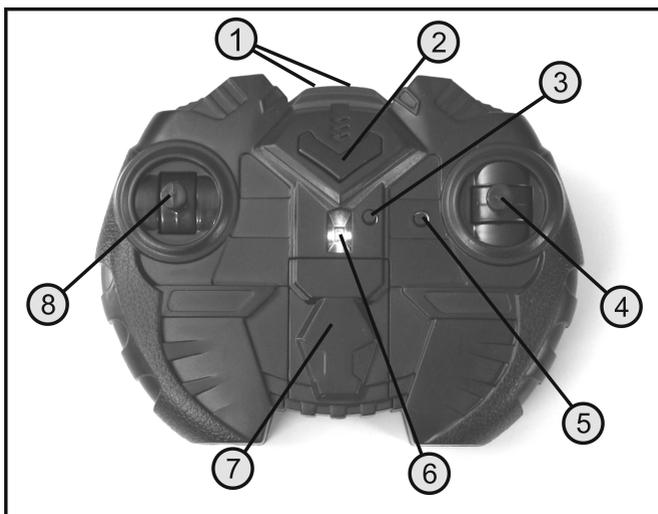
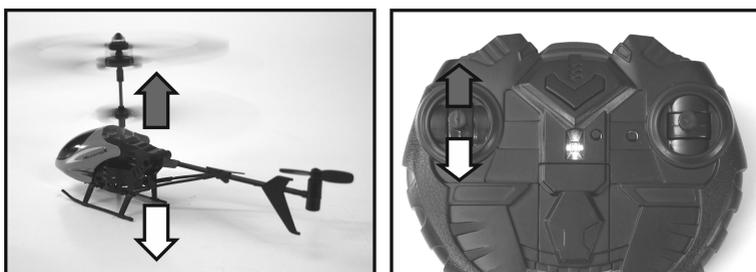

Figura 1
Figura 9
Tenere il trasmettitore IR in entrambe le mani e azionare i due stick di controllo (vedi figura 1, pos. 4 e 8) con i pollici. È importante "puntare" sempre i diodi emettitori IR (vedi figura 1, pos. 1) in direzione del modellino per ottenere una trasmissione ottimale del segnale.
Spostare la leva di comando per la funzione pitch (vedi figura 1, pos. 8) nella posizione più bassa e premere il pulsante on/off (vedi figura 1, pos. 2). Il LED rosso nel trasmettitore lampeggia lentamente.
Spostare ora la leva di comando per la funzione pitch (vedi figura 1, pos. 8) completamente in alto e indietro nella posizione più bassa. Il LED sul trasmettitore ora si accende permanentemente.
L'altezza di volo di un elicottero viene regolata mediante la funzione pitch (vedere figura 9). Il comando viene dato mediante la leva di comando di sinistra (si veda anche figura 1, pos. 8). Per fare questo, può essere spostato verso l'alto dalla posizione inferiore. Poiché l'angolo di incidenza delle pale del rotore non è modificabile, la regolazione dell'altezza di volo si effettua modificando contemporaneamente il numero di giri di entrambi i rotori.
Il comando della funzione di coda viene dato mediante la leva di comando di destra (vedere anche figura 1, pos. 4). Se la leva viene spostata leggermente a sinistra, la punta arrotondata gira verso sinistra. Sterzando a destra, la punta arrotondata gira verso destra.
L'elicottero modellino decollerà e, se regolato correttamente, volerà dritto in avanti. A seconda della posizione della leva di comando per la funzione pitch, l'elicottero modellino cambierà la sua altitudine di volo (vedi anche Figura 9).